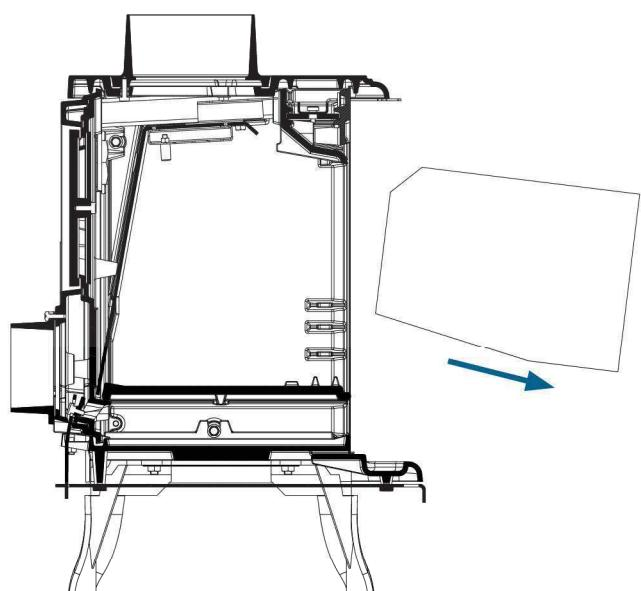

Figure 6b
- Retirer les briques de côté (fig. 6b)